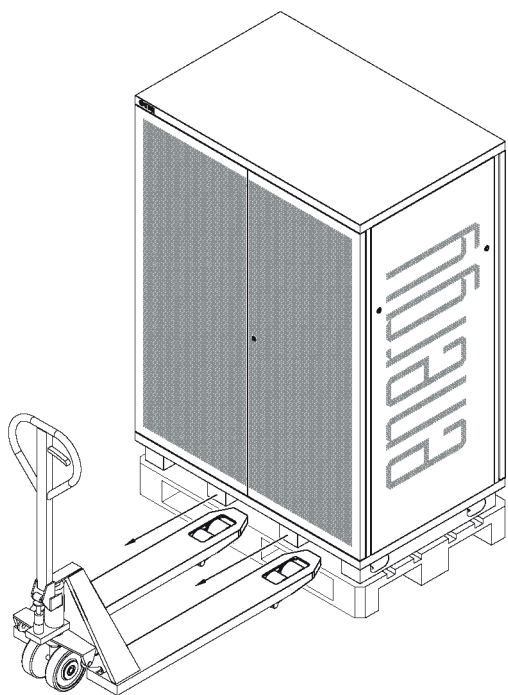

Fig. 4.20
6. Affacciare il transpallet al pallet, con le forche in corrispondenza agli appositi spazi pallettabili tra gli zoccoli del rack, senza inforcare in questa fase (Fig. 4.20).